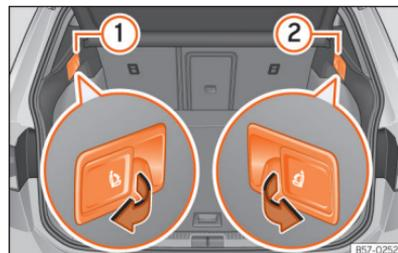

Fig. 81 Na bagageira: alavancas para o desbloqueio do encosto traseiro.
- Puxe a alavanca de desbloqueio à distância da parte esquerda »» **Fig. 81** ① o direita ② do encosto no sentido da seta. A parte desbloqueada do encosto traseiro rebate-se automaticamente para a frente.